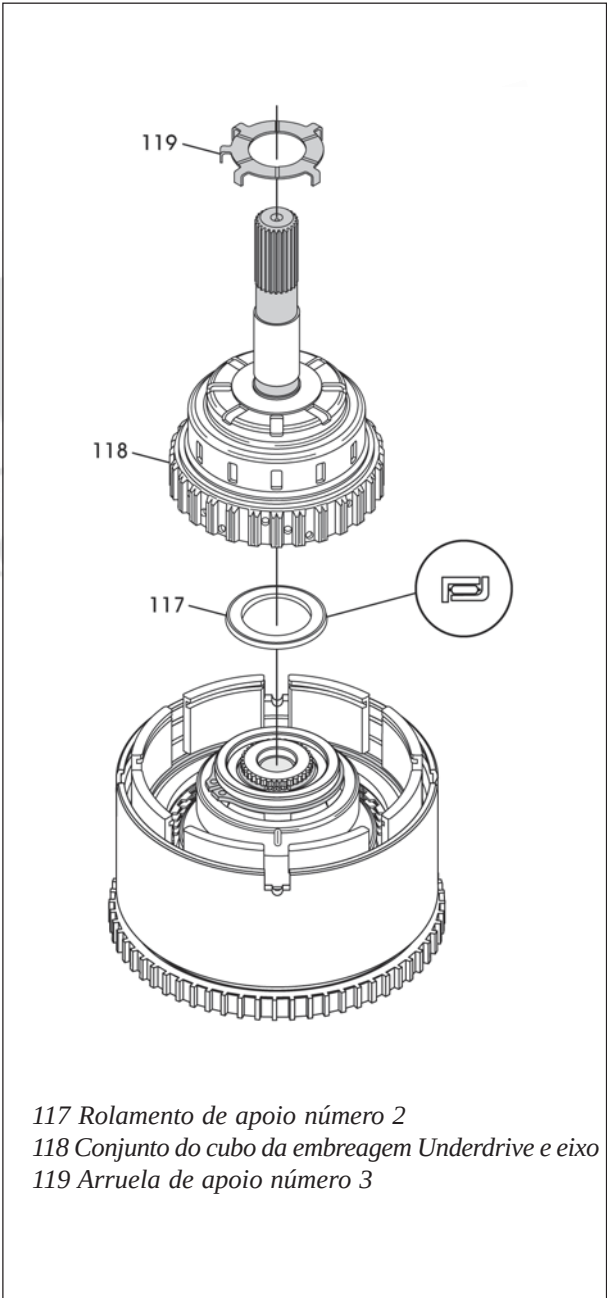

Figura 194
- 49. Instale o rolamento de apoio numero 2 no cubo da embreagem e eixo, na direção mostrada na figura 194.
- 50. Instale o cubo da embreagem Underdrive e eixo na carcaça de entrada, conforme mostra a figura 194, girando-os até todos os discos do Underdrive estarem encaixados e completamente assentados no rolamento de apoio número 2.
- 51. Instale a arruela de apoio número 3 no cubo da embreagem Underdrive e eixo, conforme mostra a figura 194, fixe-a com um pouquinho de vaselina neutra.